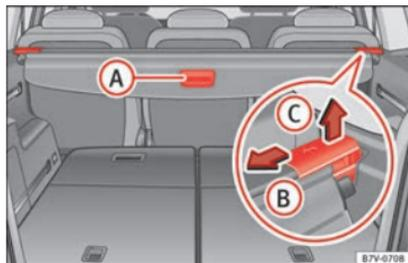

Fig. 164 Na bagageira: chapeleira do porta-bagagens.
- Puxe o manípulo da chapeleira » » Fig. 164
- Desbloqueie a chapeleira na direção da seta » **Fig. 164 B**.
- Pressione a chapeleira no sentido indicado pela seta » **Fig. 164 B**.
- Desbloqueie a chapeleira no sentido da seta » **Fig. 164 B** e levante-a no sentido da seta **C**.